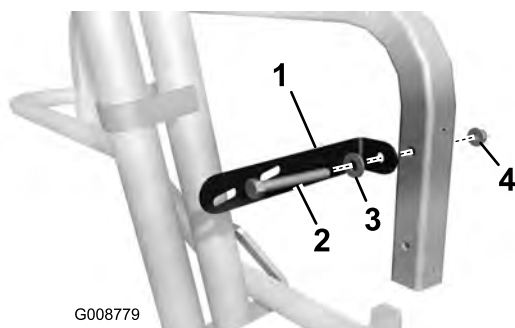

Figura 8
1. Monte provisionalmente la pletina de refuerzo al tubo de la unidad de tracción con un perno de 3/8 x 2-1/2 pulgadas, una arandela y una tuerca con arandela prensada (Figura 8).